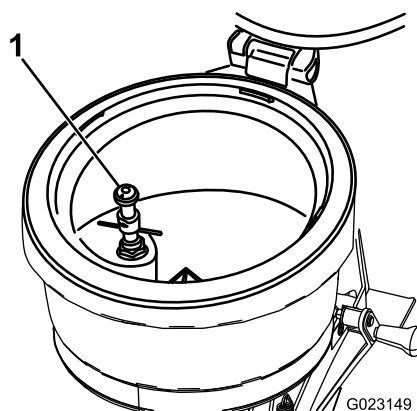

Figura 34
El lavabotellas (Figura 34) está situado dentro del depósito del eyector. Utilice el lavabotellas para eliminar los residuos químicos del interior del envase (botella) del producto químico. El lavabotellas está presurizado con una solución del sistema de fumigación. El envase (botella) del producto químico se lava con la solución del sistema de fumigación que sale de la boquilla del lavabotellas.
- A. Coloque el borde del envase sobre el lavabotellas y presione hacia abajo para abrir la válvula; consulte la Figura 34 en Lavabotellas (página 19).